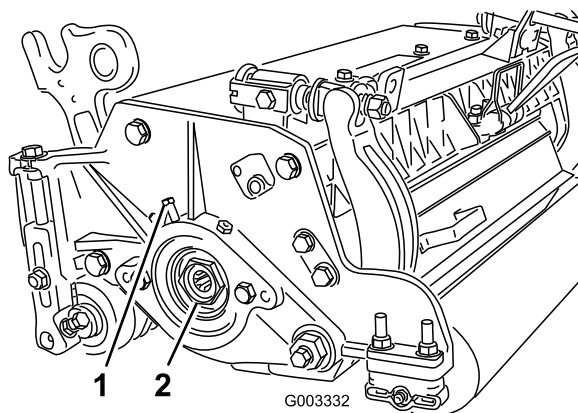

図 29
- A. Cuttingユニットの左側にあるベアリングハウジングにベアリング調整ナットを固定している固定ネジをゆるめる図 29。